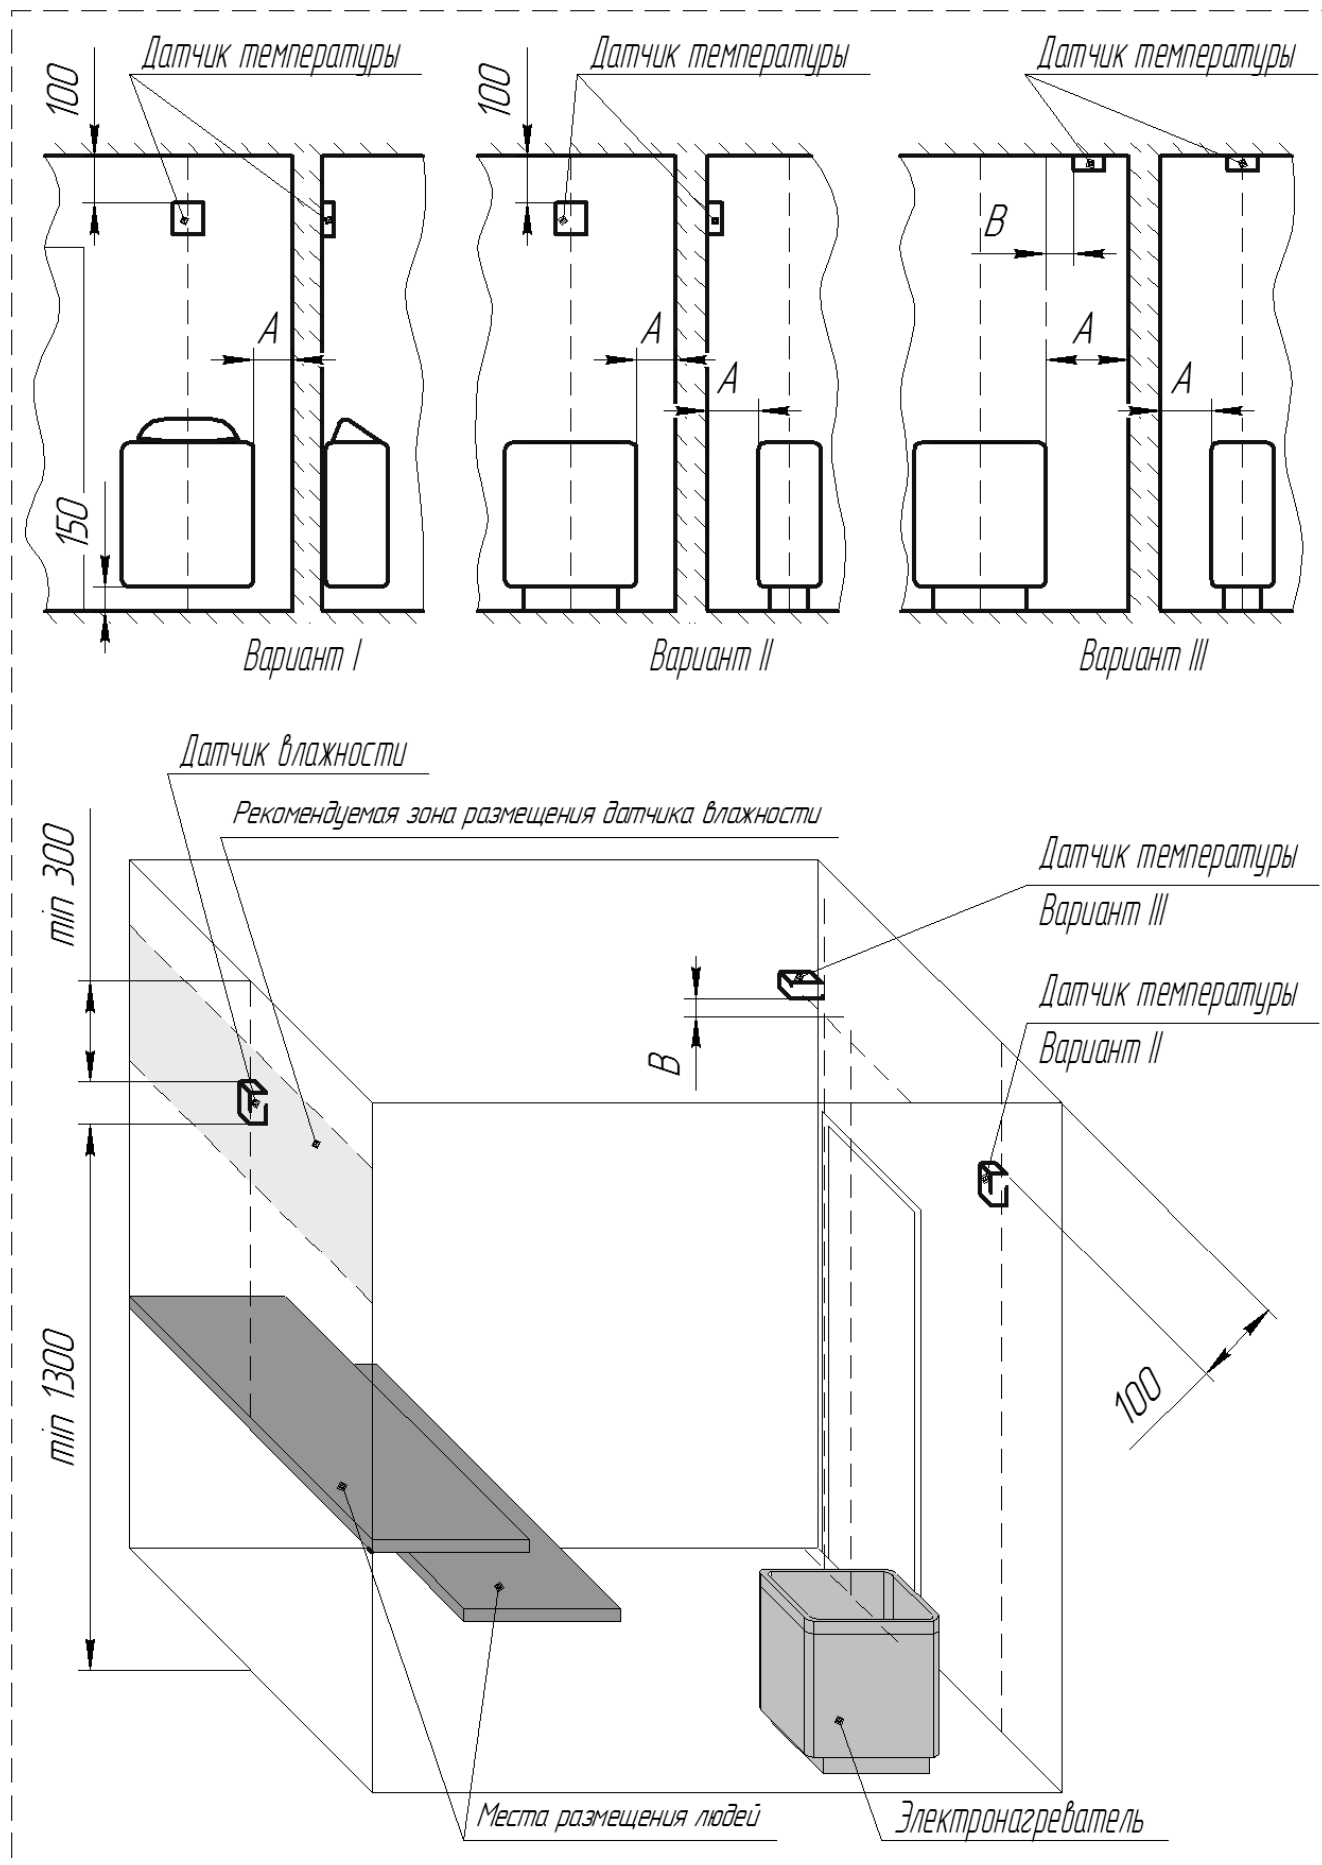

Рисунок 6. Общие рекомендации по размещению датчиков температуры и влажности в помещении сауны
- при размещении электронагревателя на стене – датчик температуры устанавливать на стене, вертикально над центром электронагревателя, на расстоянии 100 мм от потолка (рис. 6, вариант I);
- на стене, вертикально над серединой длинной стороны электронагревателя, на расстоянии 100 мм от потолка (рис. 6, вариант II);
- на потолке, над электронагревателем, на линии, параллельной продольной оси электронагревателя, на расстоянии от края электронагревателя (рис. 6, вариант III) В – от 100 до 200 мм.
Пример установки датчиков температуры и влажности в помещении сауны приведен на рис. 6.